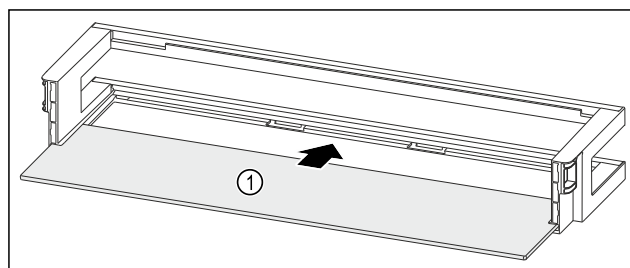

Fig. 93 Estantes en la contrapuerta con estante
- Introduzca el estante Fig. 93 (1) en los huecos laterales.